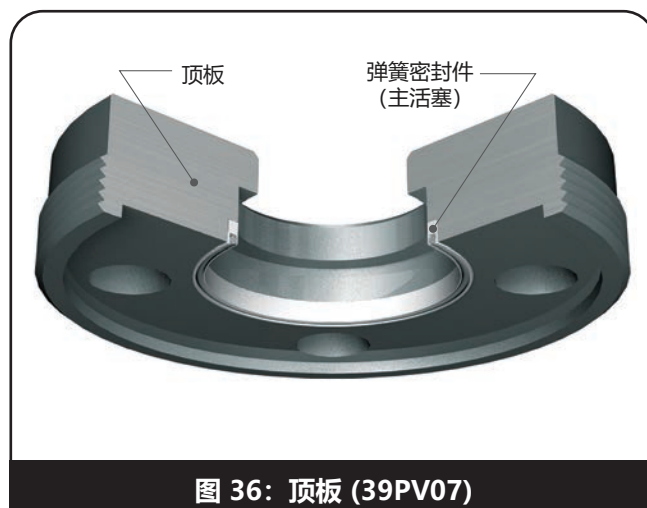

图 36: 顶板 (39PV07)
- a. 对弹簧密封件（主活塞）和顶板压盖进行润滑。将弹簧密封件（主活塞）安装到顶板上。弹簧的方向应如图 36 或 37 所示。